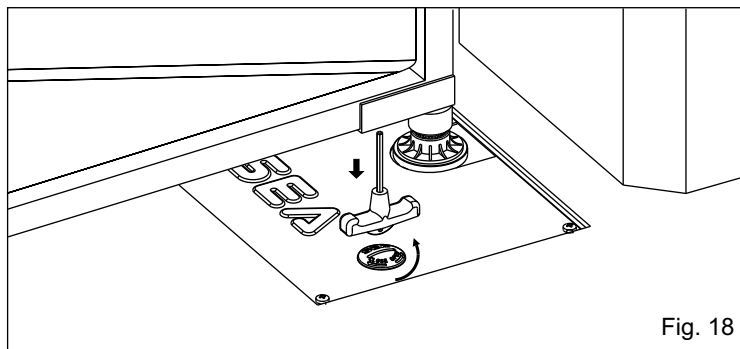

Fig. 18
- Utiliser le dos de la clef fournie pour ouvrir le bouchon du déverrouillage qui protège le rallonge installé en avant (Fig. 18).